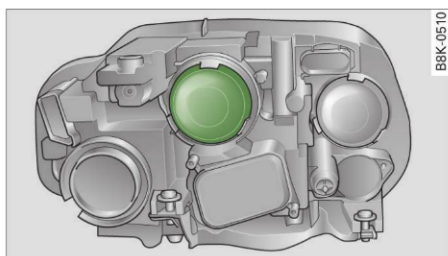

Fig. 265 Far principal:
- Scoateți capacul ⇒ fig. 265 ⇒ ⚠ in "Înlocuirea becurilor" la *pagina 271*.